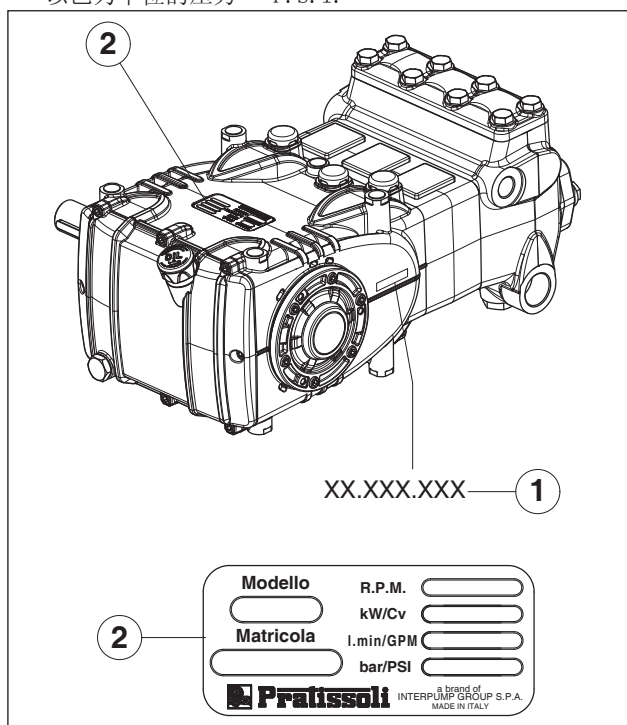

图 1
每个泵浦均带有自己的系列号XX.XXX.XXX，请查看位置①以及识别标牌，请查看位置②图 1 的部位，上面标有：